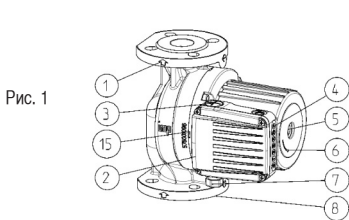

Рис. 1
- направление потока воды, проходящей через насос, должно совпадать со стрелкой на корпусе насоса (рис. 1, поз. 1);
- монтажные фланцы PN 6/10 (рис. 1, поз. 8).
Подключение к электросети должно выполняться согласно схеме подключения (рис. 3), находящейся в нижней части крышки двигателя. Перед подключением необходимо отвинтить верхнюю крышку (рис. 1, поз. 2)
Поскольку двигатель погружен в воду и установлен на специальные подшипники, которые также смазываются водой, перед запуском необходимо наполнить насос жидкостью и удалить воздух. Для удаления воздуха необходимо открутить винты, имеющиеся в задней части электродвигателя (рис. 1, поз. 5), что обеспечивает выход воздуха через зазор между осью двигателя и подшипником. Когда начнет поступать вода, необходимо закрыть клапаны, как на всасывании, так и на подаче. Затем запустите насос и проверьте направление вращения. Если вал вращается в неправильном направлении, начнет мигать красный индикатор. Имеется также возможность сигнализации о других неисправностях насоса, которые указаны в таблице ниже. Количество миганий красного светового индикатора означает номер неисправности. После каждой серии миганий следует более длительный интервал: количество миганий между двумя интервалами означает номер неисправности.
Каждый насос может работать согласно 3 характеристическим кривым благодаря возможности установки 3 различных скоростей двигателя. Для выбора требуемой кривой, ①②③, нажмите кнопку ③ (рис. 1, поз. 4), с помощью которой устанавливается скорость двигателя. Для насосов MR (auto) выбор скорости может осуществляться как вручную, выбором кривых ①②③ с помощью кнопки ③, так и автоматически самим насосом при установке режима автоматической регулировки ④ или ⑤ (ночной режим) с помощью кнопки ④. В автоматических режимах ④ и ⑤ насос самостоятельно выбирает скорости ② и ③ в зависимости от мгновенной подачи. В режиме ④(ночной) определяется температура жидкости и, в случае постепенного падения температуры минимум на 10°C, насос автоматически выбирает скорость ②; в случае уменьшения температуры на 20°C автоматически выбирается скорость ③. Если температура снова повышается минимум на 20°C, насос возвращается в переменный автоматический режим согласно различным кривым с зависимости от подачи. Такой режим пригоден для систем с термостатическими клапанами и систем, в которых температура падает в ночное время.
Выключите насос, закройте клапаны как на подаче, так и на всасывании, открутите штуцер сапуна с помощью отвертки (рис. 1, поз. 5). Его следует прокручивать до тех пор, пока не исчезнет сила трения. Затем затяните штуцер сапуна.